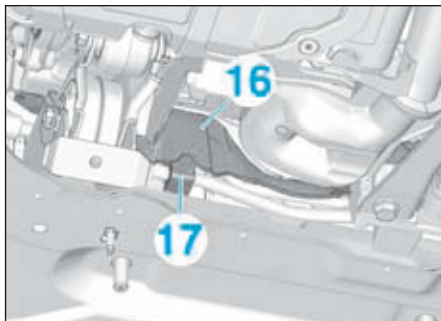

FIG.46
- Ecarter l'écran thermique (16) du boîtier de direction (Fig.46).
- Déposer la vis du support (17).